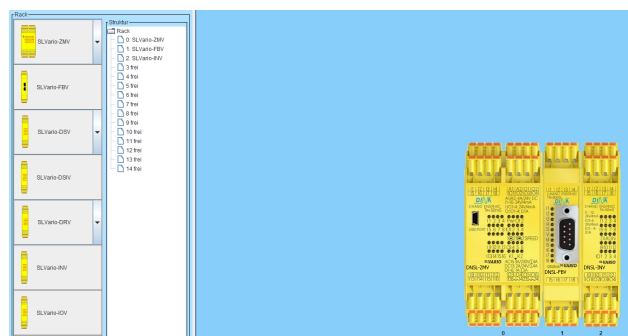

Abbildung 2-5
- Ziehen Sie die Funktionsmodule in gleicher Weise auf ihre Steckplätze. (Abbildung 2-5)